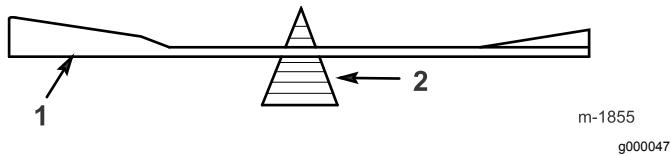

Figure 43
2. Vérifiez l'équilibre de chaque lame en la plaçant sur un équilibrEUR (Figure 43).